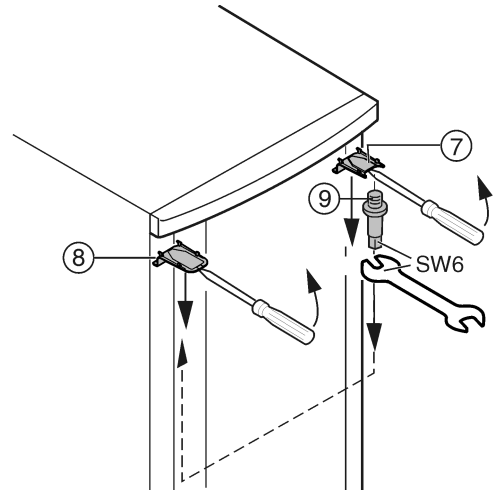

Fig. 7
- Odstraňte kryt Fig. 7 (7) a kryt Fig. 7 (8) šroubovákem vpředu uvolněte ze západek a odstraňte pohybem šikmo směrem dolů.
- Vyšroubujte ložiskové čepy Fig. 7 (9) a na protější straně zašroubujte silou (4 Nm).
- Namontujte opět kryt Fig. 7 (7) na straně ložiskového čepu: vzadu nasadte, vpředu nechte zaskočit do západek.
- Namontujte opět kryt Fig. 7 (8) na protější straně: vzadu nasadte, vpředu nechte zaskočit do západek.
- Zavěste dveře nahore do ložiskového čepu Fig. 7 (9).